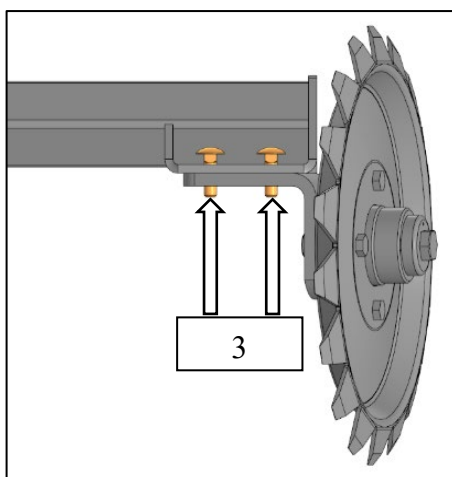

Рисунок 66 – Фиксация диска маркера
1. Для изменения угла атаки маркера необходимо ослабить затяжку винтов (3), рис. 66.